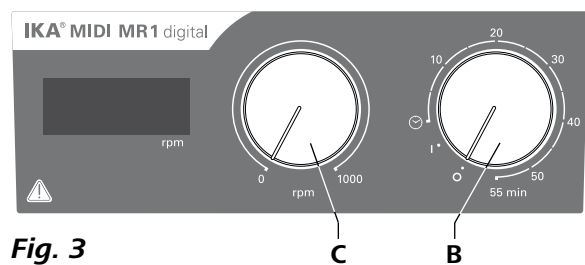

Fig. 3
- ☞ Para ligar o aparelho rode o botão rotativo "**On/Off**" e "**Timer**" (**B**, ver Fig. 3) no sentido dos ponteiros do relógio para a posição "**1**".
- ☞ Defina a rotação do motor com o botão regulador “Rotação” (C, ver Fig. 3). A rotação do motor pode ser regulada para 0 a 1000 rpm para **MIDI MR 1 digital** e para 0 a 600 rpm para **MAXI MR1 digital**.